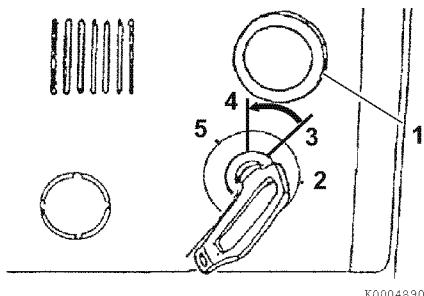

Figura 7
4. Con la chiave su ON, spingere e tenere premuto i pulsante di arresto (1, **Figura 7**) fino all'arresto del motore.
5. Dopo aver fermato il motore, mettere su OFF la chiave di accensione (4, **Figura 7**).